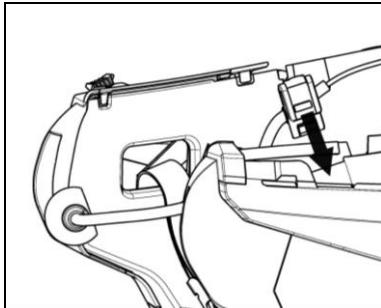

Fig. 8
- Anbring ledningen inde i styrhjelmen og indkobl den højre fastgørelsесklips i det relevante sæde (Fig. 8).